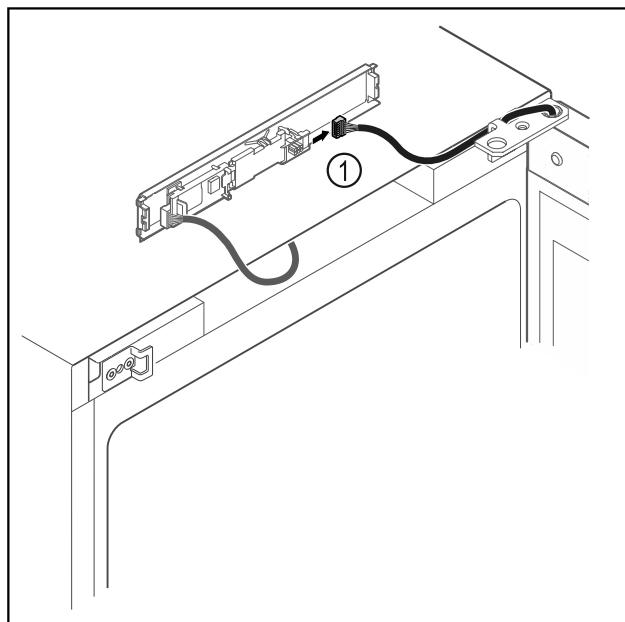

Fig. 18
- Odvojite utikač Fig. 18 (1) od tiskane pločice.